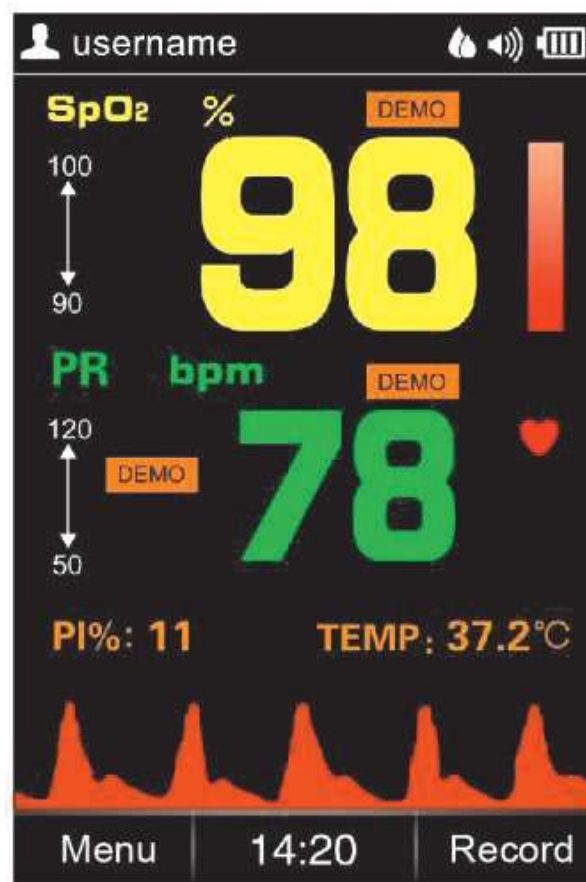

Abbildung 4.10K Demomodus
- » Demo: Wechseln Sie in den Demonstrationsmodus, wie in Abbildung 4.10K dargestellt.